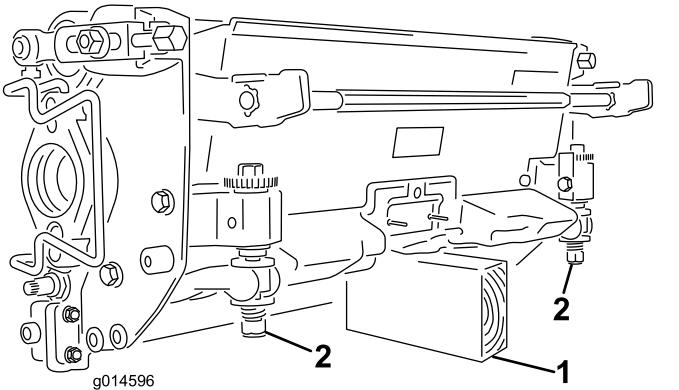

Figura 63
**Importante:** Cuando sea necesario inclinar la unidad de corte, apoye la parte trasera de la unidad de corte para asegurarse de que las tuercas de los tornillos de ajuste de la barra de asiento no estén apoyadas en la superficie de trabajo (Figura 63).